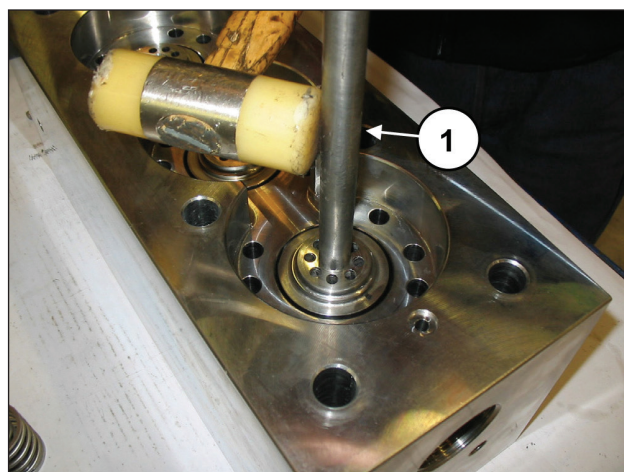

Abb. 104
Lösen Sie die ggf. durch Kalk oder Oxid am Kopf verklemmten Ventilsitze, indem Sie das entsprechende Werkzeug (Art. 034300020) in die Druckbohrung einsetzen (Pos. ①, Abb. 104).